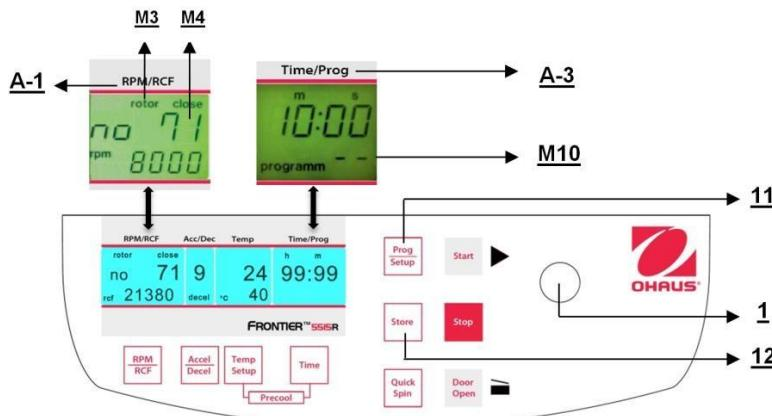

Figure. 25
Pour rappeler des programmes mémorisés, appuyer sur la touche "Prog/Setup" (11) (voir la figure 25) alors que le couvercle est déjà fermé. Sur l'affichage "Time/Prog" (A-3), le mot "programm -" (M10) apparaît. Le numéro de programme désiré peut être présélectionné avec le bouton de réglage (1).
Pour quitter le mode de programmation, appuyer simplement sur la touche "Prog/Setup" (11) (voir la figure 25). Sur l'affichage "Time/Prog", le mot "programm" apparaîtra. Régler l'affichage sur "programm--" (M10) avec le bouton de réglage (1).